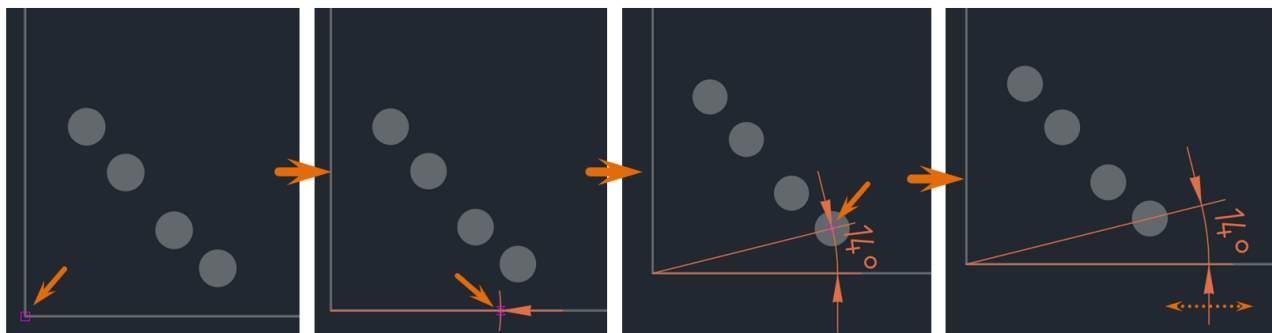

Рис. 474 Размещение угловой размерной линии от общей базы. Первый размер
5. Установите длину и направление выносных линий, зафиксируйте кликом левой кнопки мыши или клавишей «Enter», см. Рис. 474.